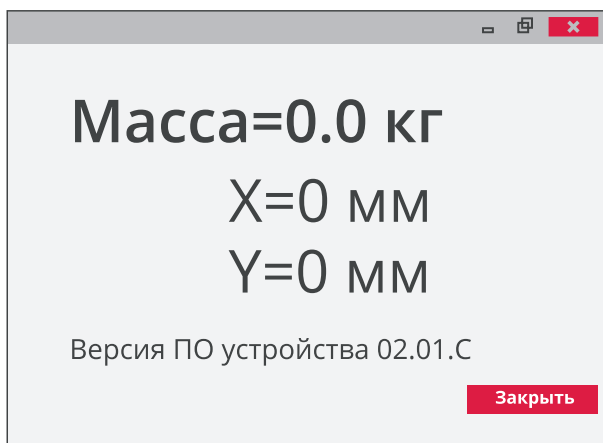

Рисунок 6 – Экранная форма в тестовом режиме.
2.3.2 Для перехода в тестовый режим работы прибора дважды щелкнуть мышкой по логотипу «МЕРА», при этом появится новая экранная форма в соответствии с рис. 6